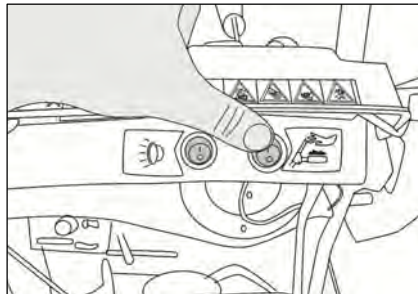

Рис. 42
11. Включите, по желанию, фару или подогрев рукояток (в зависимости от комплектации), нажав для этого соответствующую кнопку на панели управления (рис. 42).